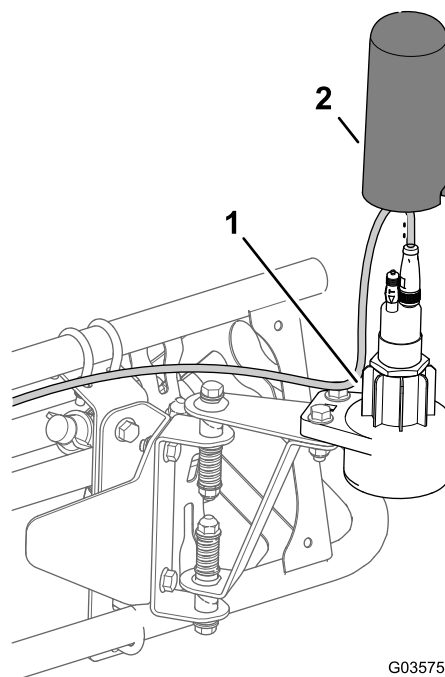

Figura 25
4. Montai carcasa superioară peste senzor i pe carcasa inferioară (Figura 25).